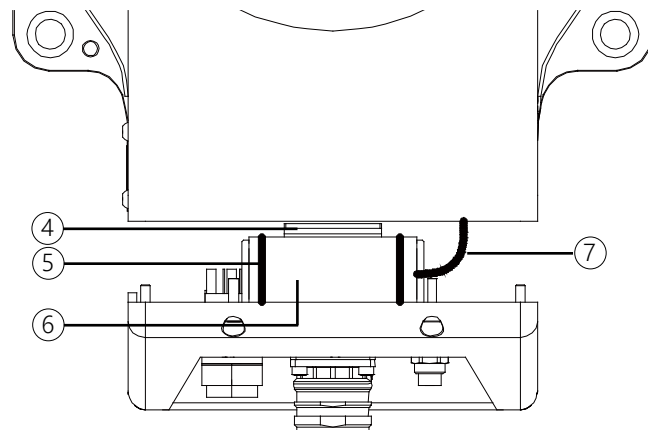

图 7-2 步骤 3
- ③ 步骤 3：底座后盖分离至如下图 7-2 步骤 3 时，可观察到电池由两根尼龙扎带捆绑在电池固定架上，用偏口钳剪断尼龙扎带，将电池转接线上的接插件拔开后即可将电池拿出。